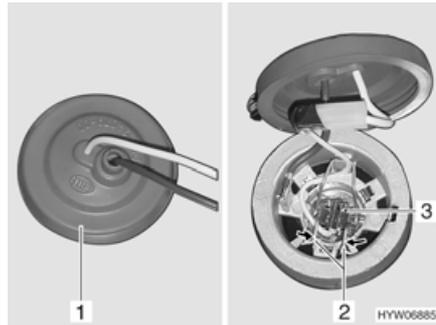

Bild 218 Nebelscheinwerfer
- Hinter den Nebelscheinwerfer greifen und Gummikappe (Bild 218,1) vom Lampengehäuse ziehen.
- Metallbügel (Bild 218,2) zusammendrücken und aus der Halterung schwenken.
- Glühlampe (Bild 218,3) mit Kabel aus dem Lampengehäuse entnehmen.